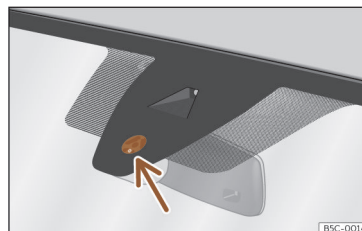

Abb. 87 Sensitive Fläche des Regensensors.
Mögliche Ursachen für Störungen und Fehlinterpretationen *im Bereich der sensitiven Fläche*»» **Abb. 87** des Regensensors sind u. a.:
- **Schmutz:** Trockener Staub, Wachs, Scheibenbeschichtungen (Lotuseffekt) oder Waschmittelrückstände (Waschstraße) können den Regensensor tendenziell unempfindlicher machen oder später, langsamer oder gar nicht mehr reagieren lassen. Sensitive Fläche des Regensensors»» **Abb. 87** regelmäßig reinigen und Scheibenwischerblätter auf Beschädigungen prüfen (Pfeil).